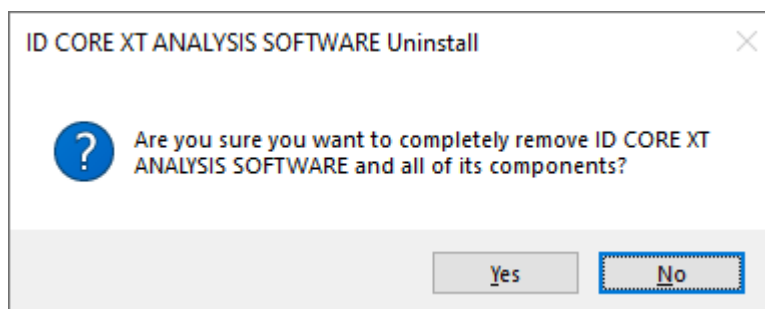

Figura 7. Ventana en la que se solicita la confirmación del usuario para desinstalar el programa
6. Haga clic en **Sí** (Figura 7).